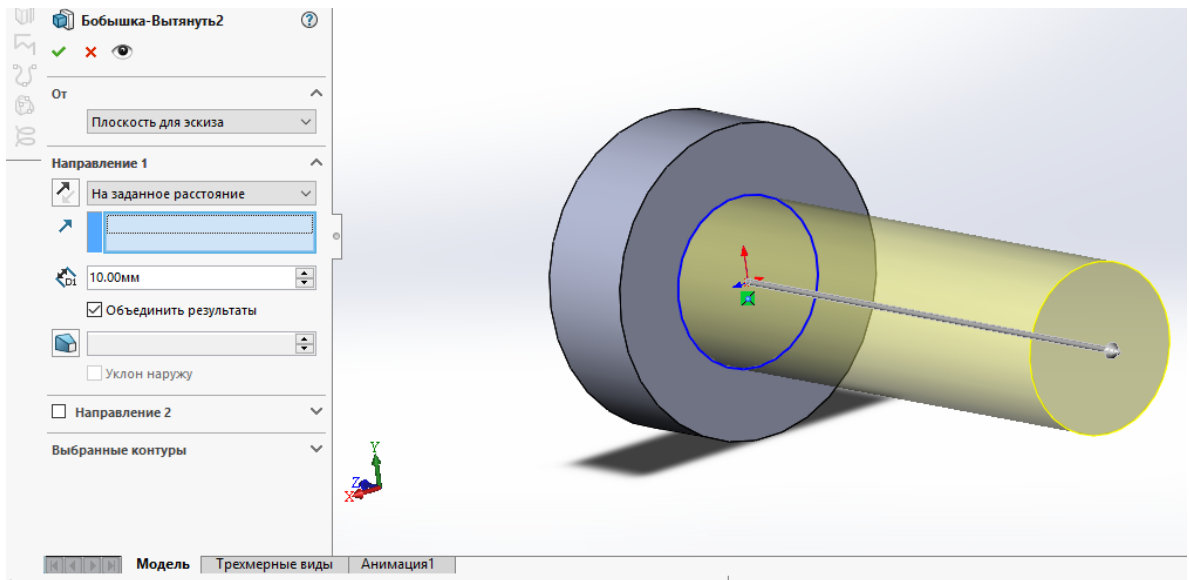

Рисунок 10 – вытягивание стержня
12. Выйти из режима эскиза, нажав на конопку «Выход из эскиза». Выбрать созданный эскиз и применить к нему операцию «Вытянутая бобышка/основание». Задать длину стержня $l=10$ мм. Рисунок 10.